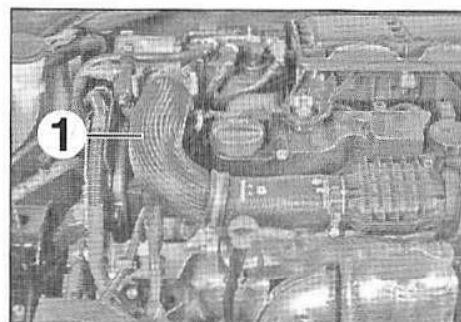

FIG.14
- Débrancher le conduit d'air (1) (Fig.14).